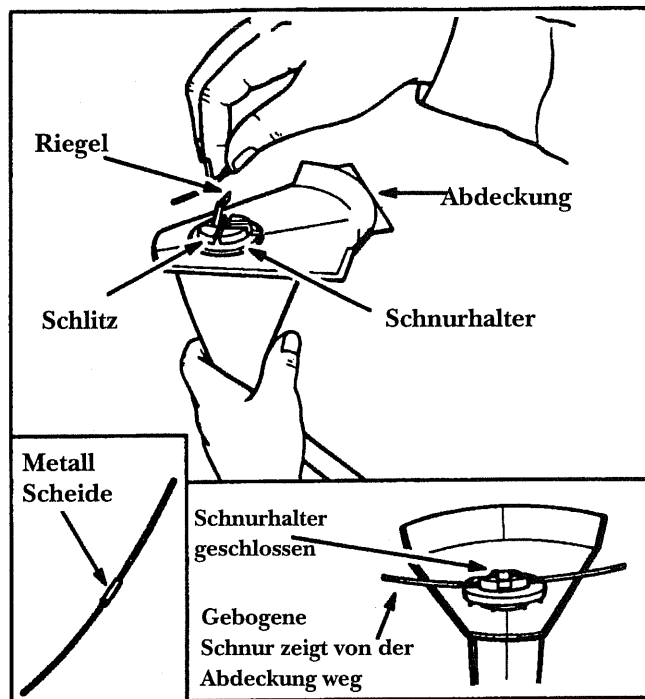

Abb. 1
1. Halten Sie das Werkzeug wie beschrieben in Abb. 1.
2. Heben Sie den Riegel auf den Schnurhalter. Abb. 1.
ANMERKUNG: Wenn (in Schritt 3) Sie eine Trimmerschnur installieren die gebogen ist, gehen Sie sicher, daß die gebogenen Enden der Schnur fern des Schildes liegen. Abb. 1 (Nebenbild, unten rechts). Wenn die Schnur das Schild während des Laufens der Anlage berührt, schalten Sie bitte sofort den Motor ab und wiederholen Sie das Installieren der Schnur, bis sie nicht mehr mit dem Gerät in Berührung kommt.
3. Legen Sie die Metallscheide [Abb. 1 (Nebenbild, unten links)] gegen den Schlitz des Schnurhalters. Abb. 1.
4. Schieben Sie den Riegel nach unten, sodaß er sich in geschlossener Position befindet. Abb. 1 (Nebenbild, unten rechts).